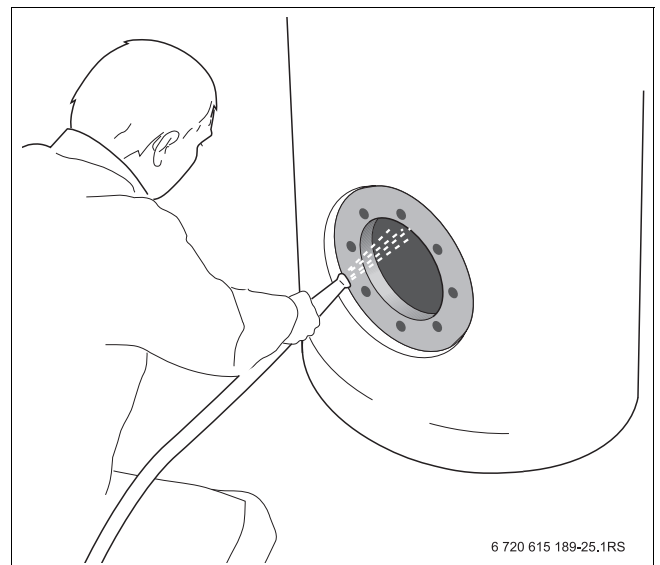

Fig. 20 Rincer le ballon d'ECS
- ▶ Nettoyer au jet à forte pression la partie interne du ballon d'eau chaude sanitaire (env. 58 – 72,5 psi de surpression (4 – 5 bars)) (→ fig. 20, page 33).